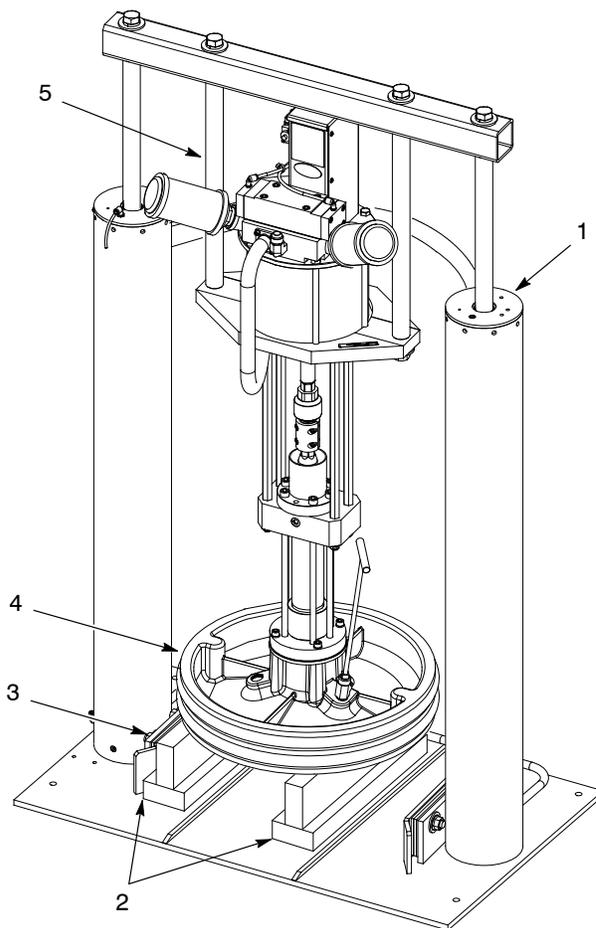

Рис. 1 Блокирование следящего диска
1. См. рис. 1. Используя бруски (2), заблокировать следящий диск (4) достаточно высоко, чтобы он не мог коснуться башмаков центрирования бочки (3). Убедиться, что узел следящего диска/пневмодвигателя зафиксирован во избежание опрокидывания.
3. Снять устройства или кронштейны, смонтированные сверху головок пневмоцилиндров (1) и монтажных штанг (5).